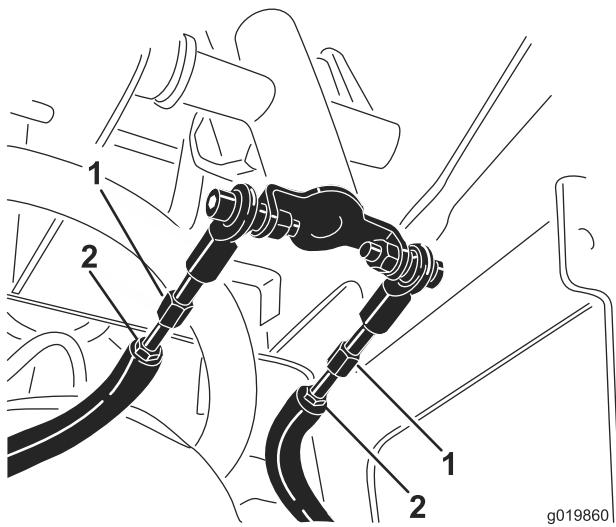

Figura 56
- D. Afloje las contratueras de las varillas de tracción, debajo del panel de control (Figura 56).